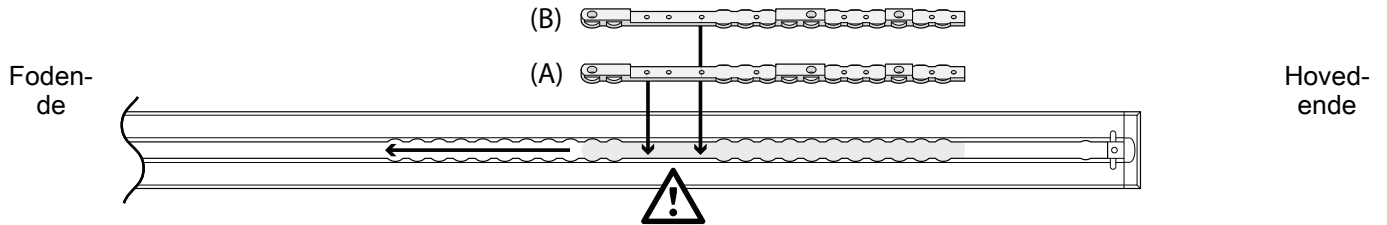

Figur 4 – Afstand mellem trin og bære (A)
1. Vælg den ønskede afstand mellem trin og bære (A) (Figur 4).